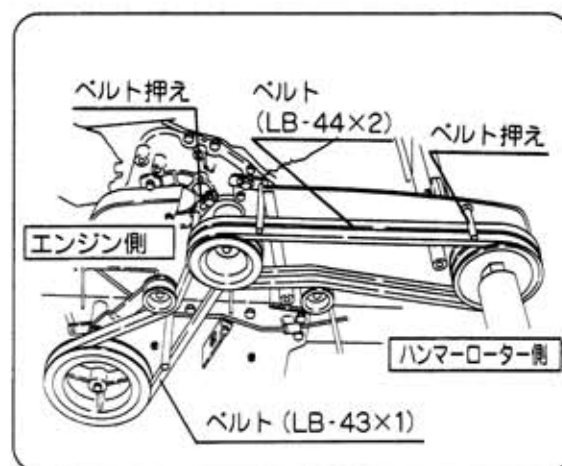

図57
- ⑤ エンジン側ベルト押さえ、ハンマーローター側ベルト押さえをゆるめます。(図57)